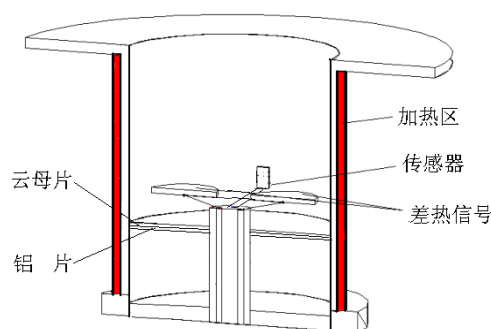

图 4 炉体结构示意图
(1) 打开炉盖，显露出一对放样品的支架（图 4 所示）。放好坩埚和样品后，盖上炉盖。
本软件在 windows 环境下运行，本程序运行后，屏幕上出现如图 4 所示的主界面，主界面由菜单与工具栏组成。菜单项包括文件、操作、数据处理、校正、设置、查看、和帮助项。菜单项包含了软件的所有操作。文件菜单包括：采集、分析、数据保存，数据打印、数据导出等功能。